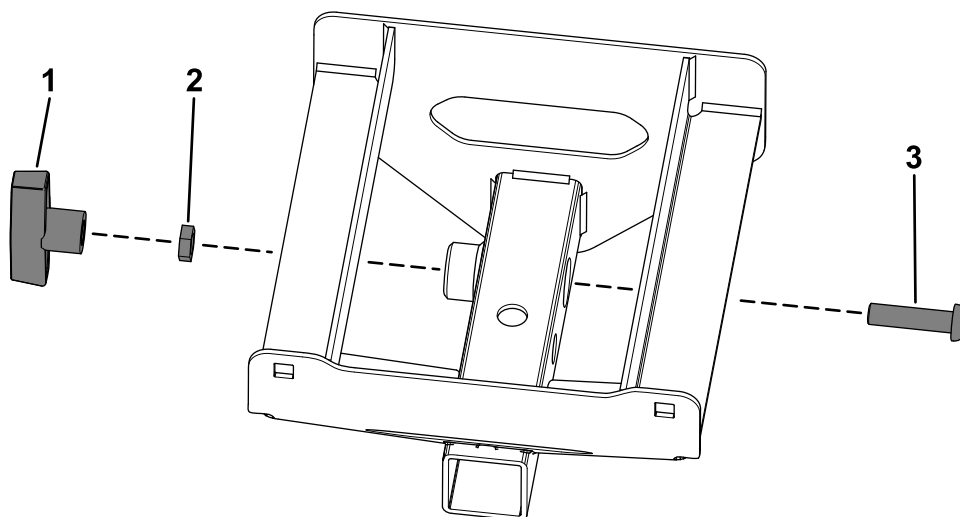

Figura 2
1. Fissate la maniglia a T al ricevitore dell'attrezzo posteriore con il controdado e il bullone a testa piatta (Figura 2).